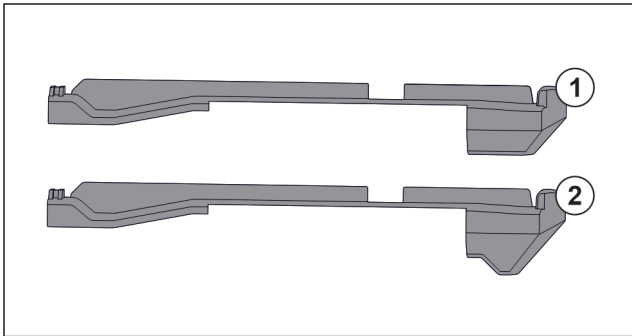

Fig. 83 Vergleich der Aufsteckteile
Im Gerät befinden sich zwei unterschiedliche Aufsteckteile. Das Aufsteckteil über dem untersten Schubfach Fig. 83 (2) hat eine dreieckige Kante. Alle anderen Aufsteckteile Fig. 83 (1) haben eine gerade Kante.
- ▶ Aufsteckteil Fig. 83 (2) mit der dreieckigen Kante über dem untersten Schubfach anbringen.
- ▶ Aufsteckteil Fig. 83 (1) mit der geraden Kante an allen anderen Stellen anbringen.